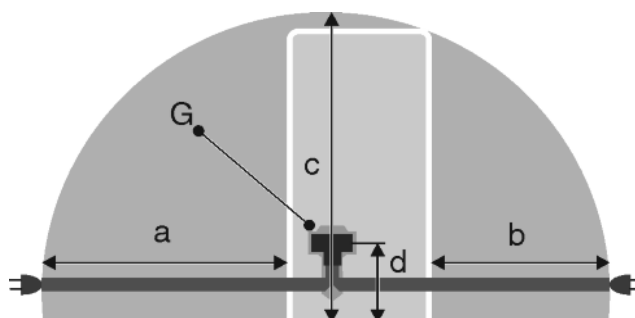

Fig. 25
- Gniazdo znajduje się poza tylną częścią urządzenia w podanym obszarze *Fig. 25 (a, b, c)*.
- ▶ Wtyczkę urządzenia *Fig. 25 (G)* podłączyć z tyłu urządzenia. Zwrócić uwagę na prawidłowe zazębienie.